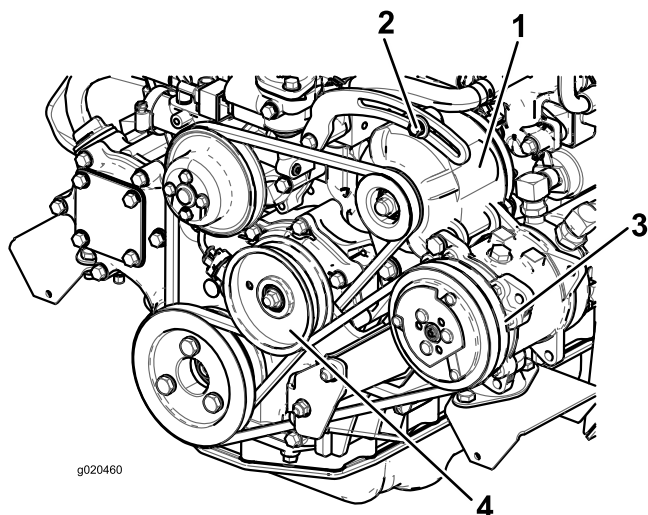

Figura 69
Controllate lo stato e la tensione della cinghia (Figura 69) ogni 100 ore di servizio.
2. Se l'inflessione non è di 10 mm, allentate i bulloni di fissaggio dell'alternatore (Figura 69). Aumentate o riducete la tensione della cinghia dell'alternatore e serrate i bulloni. Controllate di nuovo l'inflessione della cinghia per accertare che sia esatta.
2. Se la flessione non è di 10 mm, allentate il bullone di fissaggio della puleggia tendicinghia (Figura 69). Aumentate o riducete la tensione della cinghia del compressore e serrate il bullone. Controllate di nuovo la flessione della cinghia per accertare che la tensione sia esatta.